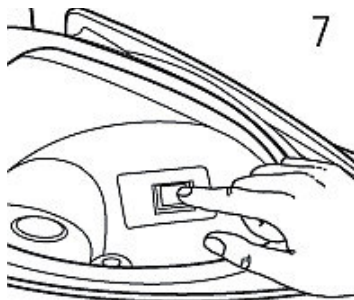

Abb. 10: Gerät einschalten
Schritt 4: Stecken Sie den Netzstecker in die Steckdose und schalten Sie das Gerät ein (Abb. 10).
Schritt 5: Stecken Sie den Netzstecker in die Steckdose und schalten Sie das Gerät ein (Abb. 10).